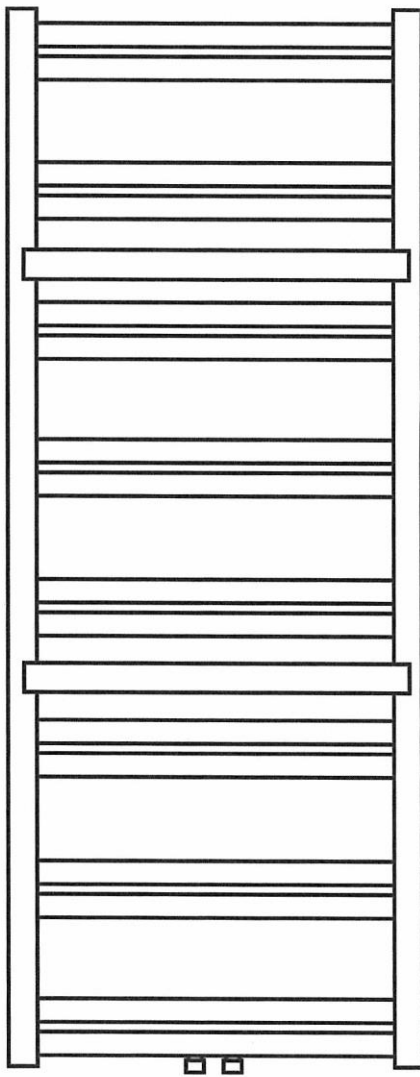

Fig.3
2. Grzejnik listwowy w trzeciej odmianie – pokazanej na Fig. 3 w widoku z przodu – posiada 8 zestawów po 2 szt. listew grzejnych oraz dwa relingi, przy czym są one rozmieszczone – patrząc od góry grzejnika – w następującej kolejności: dwa radiatory od góry, jeden reling, trzy radiatory pośrodku, drugi reling i trzy radiatory od dołu grzejnika.